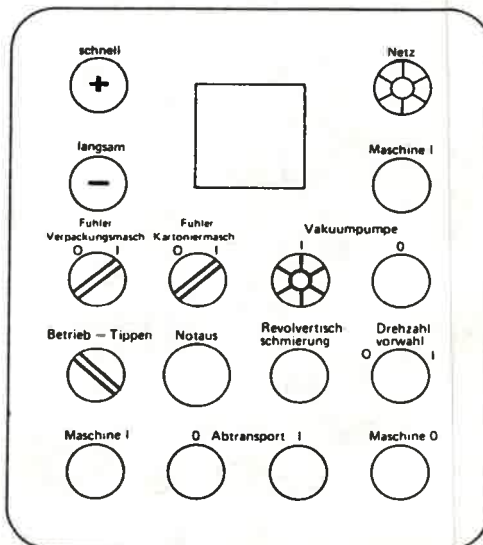

Bild 185
17. Während der Produktion der Maschine kann die Päckchenzahl pro Minute durch entsprechendes Betätigen der Taster „schnell“ bzw. „langsam“ (Bild 185) verändert werden.